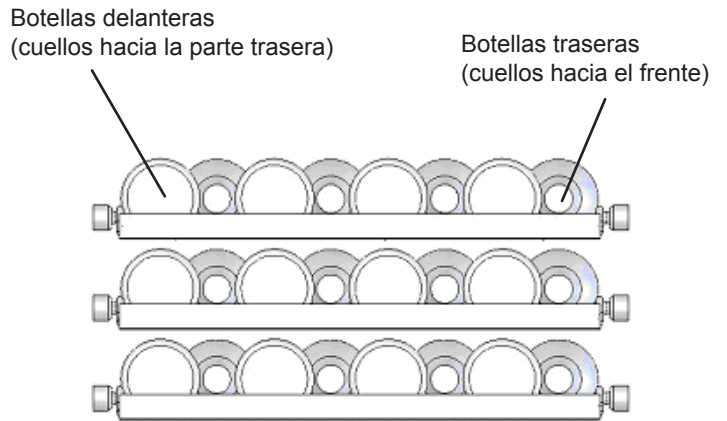

Figura 16
Los cuatro (4) estantes deslizantes contienen ocho (8) botellas. Vea la Figura 16 para el espaciamiento típico de botellas de vino. Se debe tener cuidado al almacenar botellas extra altas en la bandeja del vino en la parte inferior del compartimento, ya que pueden impedir que la puerta se cierre.